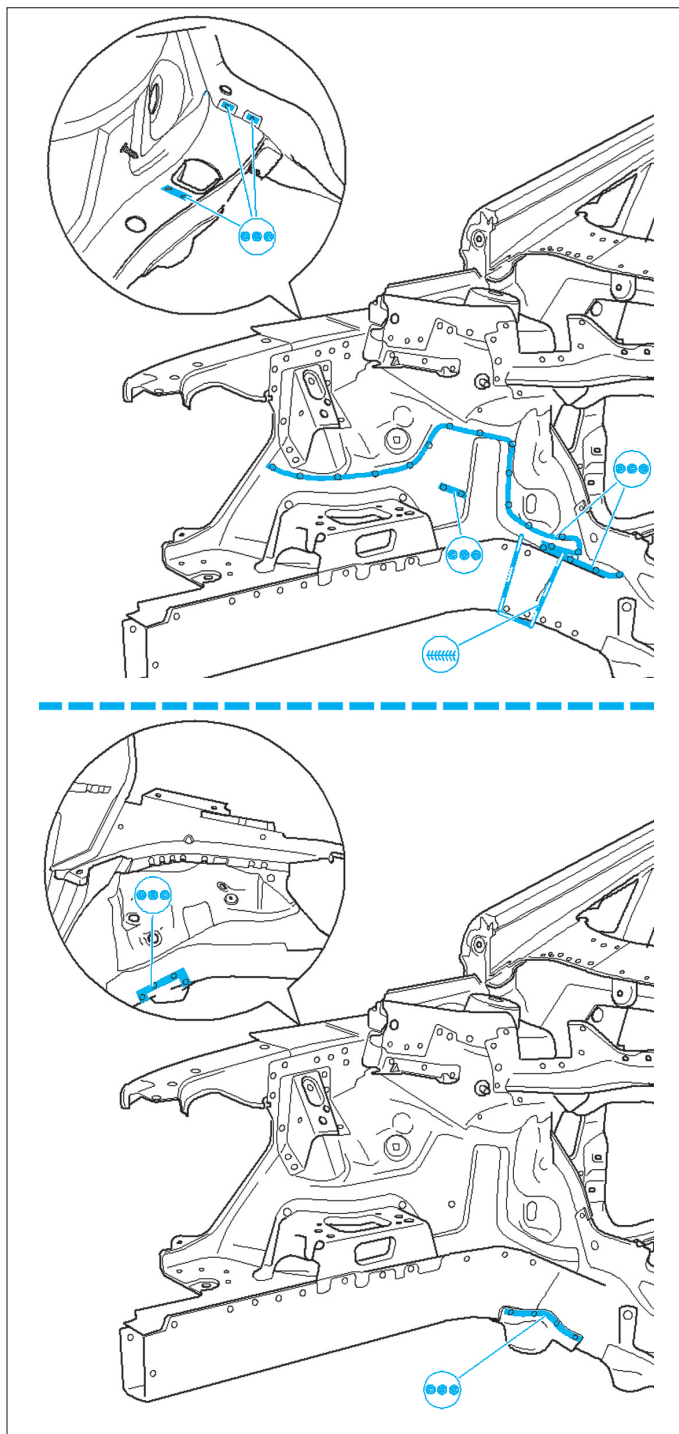

FIG. 28
- Souder par points l'insert de support moteur droit (Fig.28).